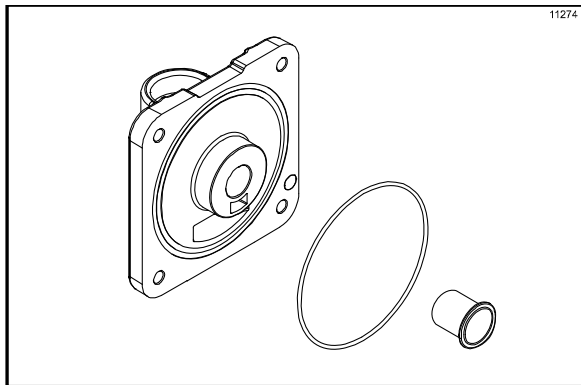

Abbildung 121
11. Die Frontverschlussdichtung in die hierfür vorgesehene Rille an der Rückseite des Frontverschlusses legen. Den Außendurchmesser des vorderen Lagers schmieren. Das vordere Lager in die Nabe im Frontverschluss schieben. (Siehe Abbildung 121.)